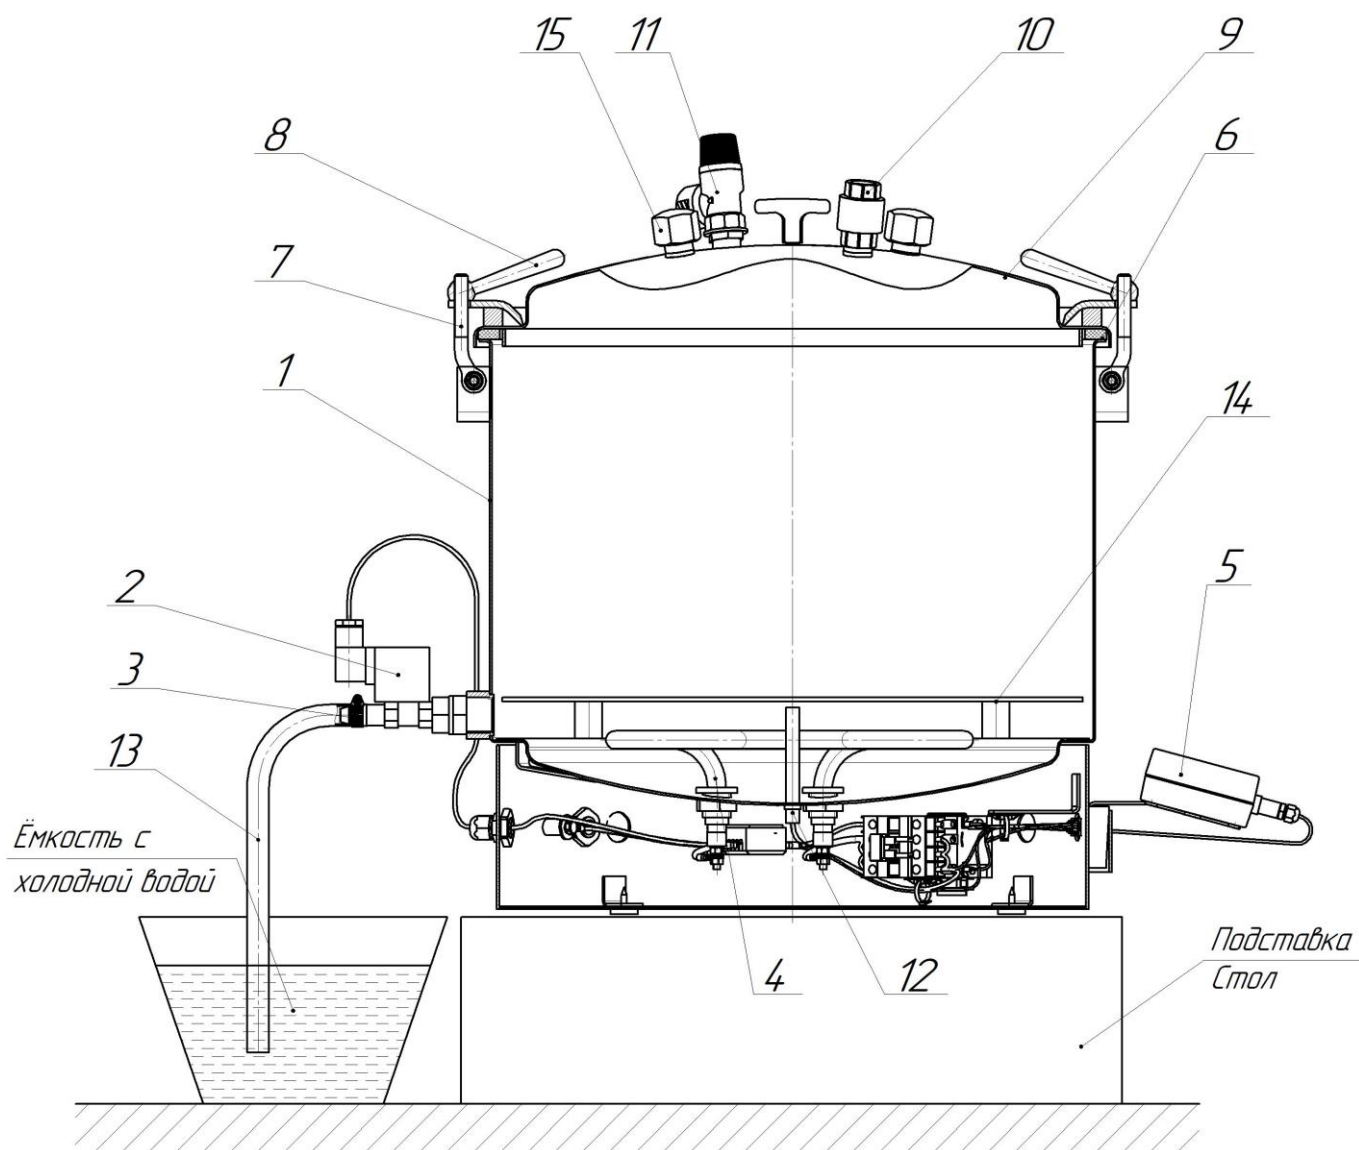

Рис. 1. Автоклав в сборе
Основные составляющие части автоклава показаны на рис. 1
- 1) С внешней стороны крышки поз. 9 (рис.1) с двух штуцеров поз. 19 (рис.1) открутить гайки колпачковые. К одному штуцеру подключить холодную сетевую воду используя подводу гибкую с внутренней резьбой ½ дюйма. Ко второму штуцеру подключить проводку гибкую с внутренней резьбой ½ дюйма для отвода нагретой воды в канализацию или иную емкость.
установлен обратный клапан поз. 10 (рис. 1). Конструкцией автоклава предусмотрена возможность принудительного охлаждения содержимого автоклава, используя теплообменник. Подробное описание работы автоклава см. в разделе «Использование автоклава».
Для защиты от брызг и пара при сливе воды с температурой свыше 100 °С, конец шланга слива 13 (рис.1) опустить в ведро (или другую ёмкость) с небольшим количеством холодной воды (водяной затвор) и закрепить его (например, привязав шланг к ручке ведра), иначе возможны хаотичные движения шланга с выбросом пара и горячей воды во все стороны в первые минуты слива воды.
- не вывинчивать ручки зажима крышки 8 (рис. 1) автоклава;
- при необходимости сбросить давление в автоклаве, повернув головку предохранительного клапана 10 (рис.1), до полного прекращения выхода пара (для предотвращения попадания пара на руку одеть защитную перчатку);
- вывинтить ручки 8 (рис. 1), отбросить болты 7 и снять крышку 9;